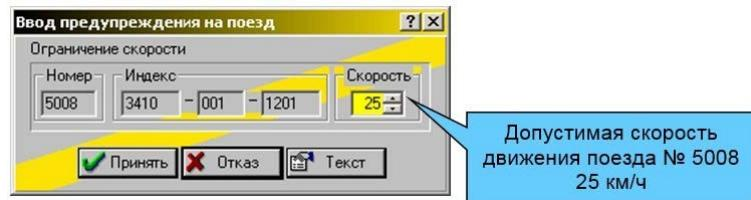

Рис. 19. Ввод предупреждения на поезд.
3. В окне «Ввод предупреждения на поезд» (рис. 19) установить скорость, которую недолжен превышать данный поезд.